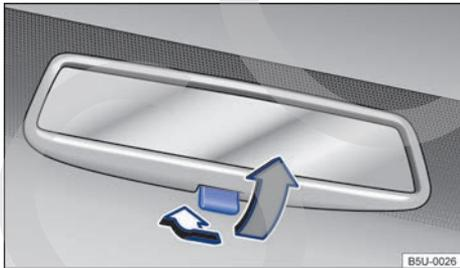

Fig. 70 En el parabrisas: espejo retrovisor interior antideslumbrante manual.
- Posición de noche: tirar de la palanca ⇒ **fig. 70** (flecha gris), para evitar el deslumbramiento de los faros de los vehículos que circulan detrás.